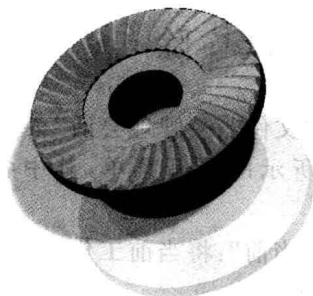

图 1-13 “带反射着色”显示
- ② “带反射着色”:模型实体着色,并带有实体投影以及镜面反射,如图 1-13 所示。